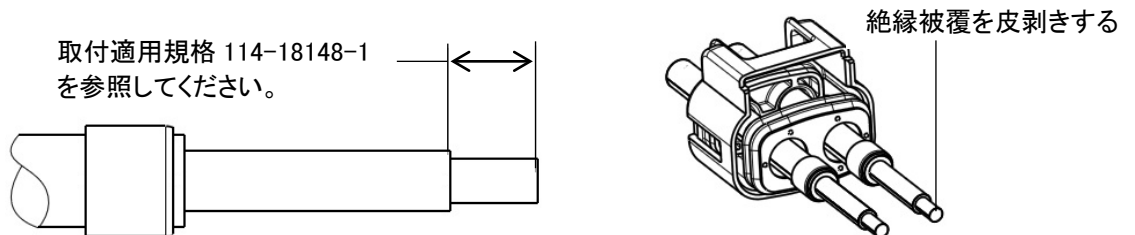

Fig.14
- 5.6. それぞれの電線の絶縁被覆を MCP2.8 取付適用規格 114-18148-3 に定義されている長さで皮剥きする。(Fig.14 参照)